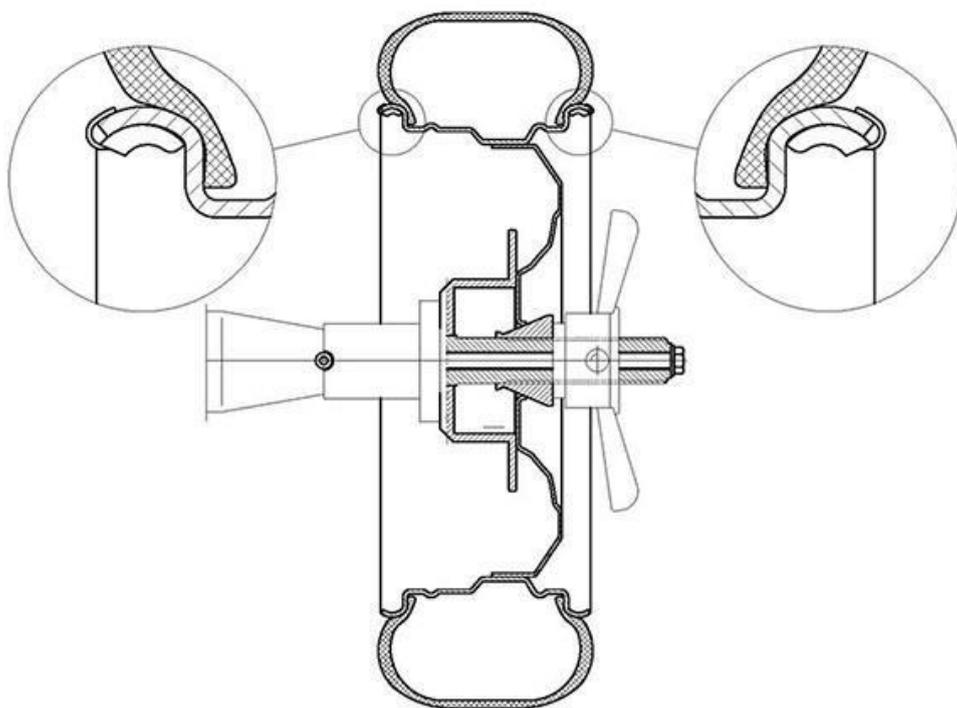

Рис.11 Место размещения набивных грузиков.
- Набивные грузики набиваем на "12 часов" (Рис.11)